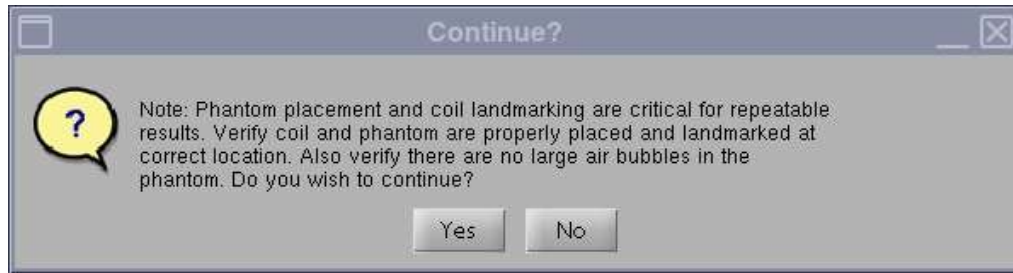

Figure 4
3. Au démarrage, une remarque indiquant « Phantom placement and coil landmarking are critical for repeatable results » (Le positionnement du fantôme et le repérage de l'antenne sont essentiels pour obtenir des résultats reproductibles) s'affiche. Si le repérage a été défini correctement et qu'il n'existe pas de bulles d'air dans le fantôme, cliquez sur **[Yes]** (Oui) pour continuer. (Figure 4).